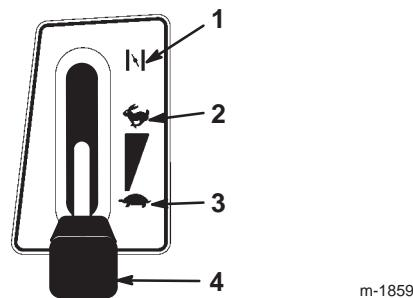

Figure 8
- Placez la manette d'accélérateur en position de starter (Fig. 8).
- Lorsque le moteur a démarré, amenez progressivement la manette d'accélérateur en position de régime maximum (Fig. 8). Si le moteur cale ou hésite, ramenez la manette d'accélérateur en position de Starter pendant quelques secondes, puis placez-la en position de régime maximum. Répétez l'opération si nécessaire.
- Placez la manette d'accélérateur en position de régime maximum (Fig. 8).